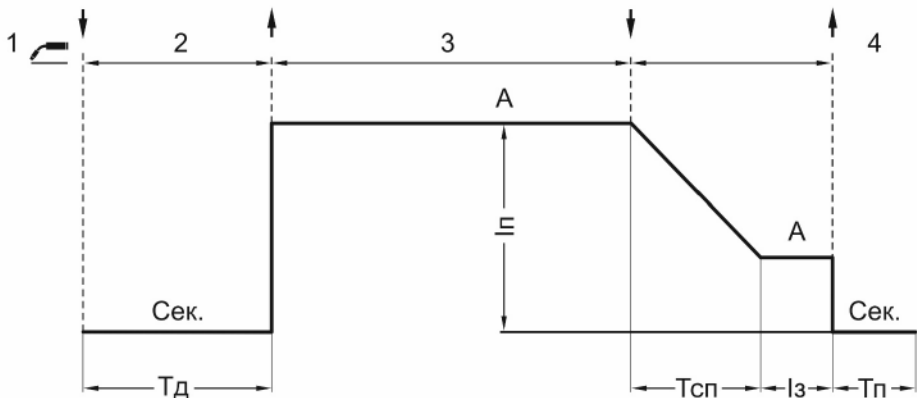

Рис. 7.5.2. Режим работы аппарата 4Т.
**Четырехтактный режим (4Т)** рекомендуется использовать при длине сварочных швов свыше 200 мм (см. рис. 7.5.2).